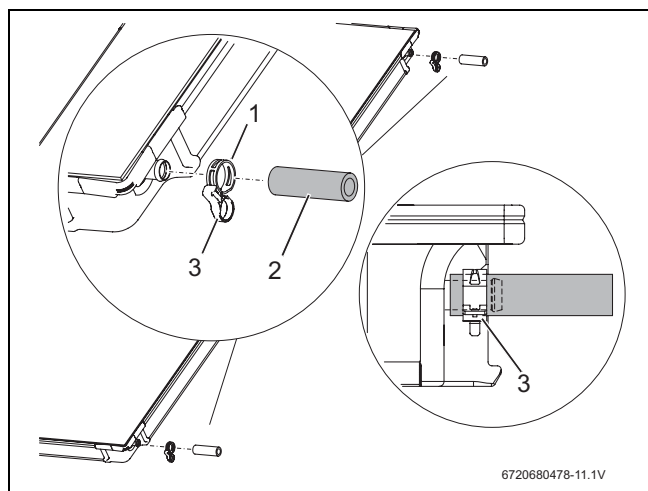

Fig. 43 Monter le kit de connexion
- Insérer les tuyaux solaires 95 mm (→ fig. 43, [2]) sur les raccords droits du deuxième capteur.
- Glisser les brides du compensateur (→ fig. 43, [1]) sur le tuyau solaire (La deuxième servira ultérieurement à sécuriser la connexion de l'autre capteur.)
- Une fois la bride placée correctement, serrer l'anneau de sécurité pour fixer la connexion (→ fig. 43, [3]).